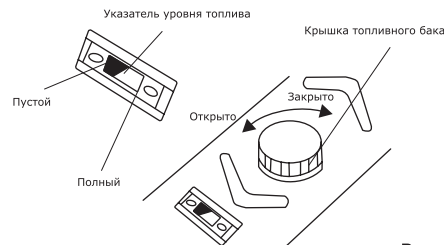
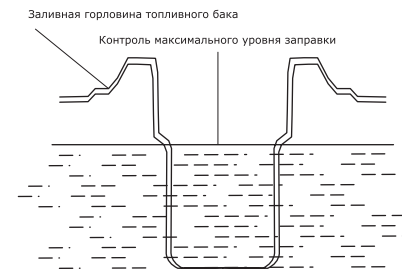

Рис. 8
Рис. 9
Проверьте уровень топлива на указателе уровня топлива (рис. 8). При необходимости долейте в бак чистое свежее топливо. Не используйте топливо, которое хранилось более 12 месяцев. В качестве топлива используйте автомобильный неэтилированный бензин марки АИ-92, АИ-95. **НИКОГДА не используйте этилированный бензин!** Не переполняйте топливный бак, оставляйте место в баке для расширения топлива без вытекания из бака при его нагреве (рис. 9).
- Проверьте уровень топлива (рис. 9). При необходимости долейте чистое свежее топливо.